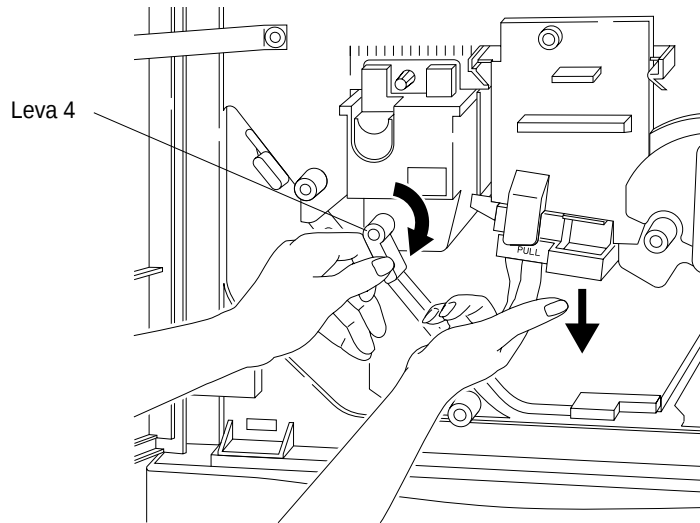

Figura 3-50 Abbassamento del gruppo di trasferimento
1. Aprire la porta anteriore e abbassare il gruppo di trasferimento, come mostrato nella Figura 3-50.
2. Girare la leva 4 completamente in senso orario (verso il basso) fino a che non si ferma per allentare la tensione sulla carta, come mostrato nella Figura 3-50.